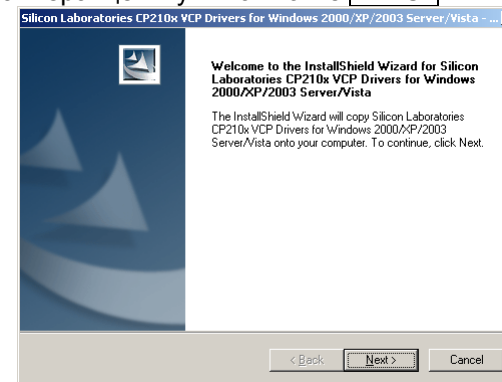

Рисунок 6.9
- на экране появится окно (рисунок 6.9), щелкнуть по кнопке **Next**;